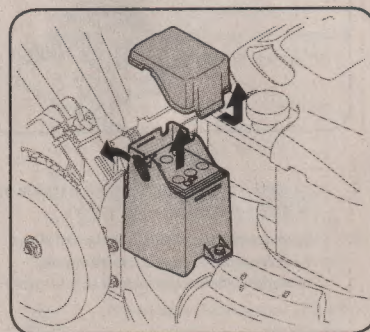

Figura 4-7
2. Quite los conductores positivos y negativos de la batería y tire hacia arriba la batería para retirarla. Vea la Figura 4-7.